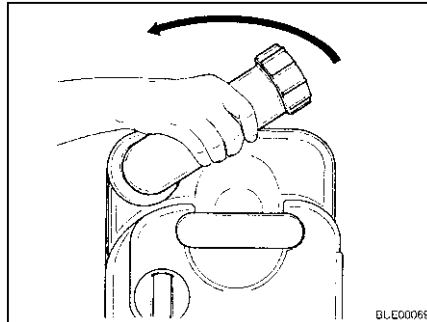

Bild 175 Vrid tömningsröret
- Vrid tömningsröret uppåt (Bild 175).